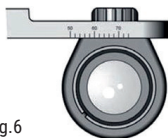

Fig.6
= Desserrez légèrement les boutons de verrouillage (distance interpupillaire) et faites glisser la lunette sur la barre (Fig. 6).
- Alignez chaque lunette comme indiqué précédemment en la faisant glisser le long de la barre. (Fig. 6)